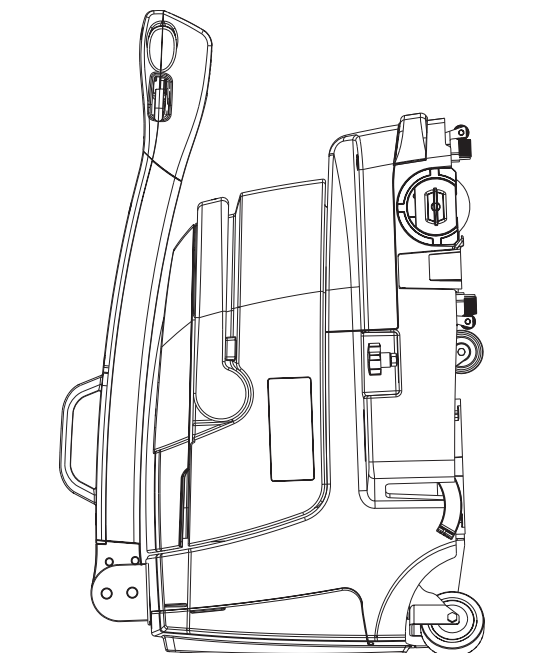

Figure 7
1. Arrêter et éteindre la machine, puis soulever le groupe brosse/embouchures avec la pédale (10).
2. Vider les réservoirs (13).
3. Stationner la machine comme sur la figure 7 ; pour abaisser le guidon (1), pousser sur le levier (8).